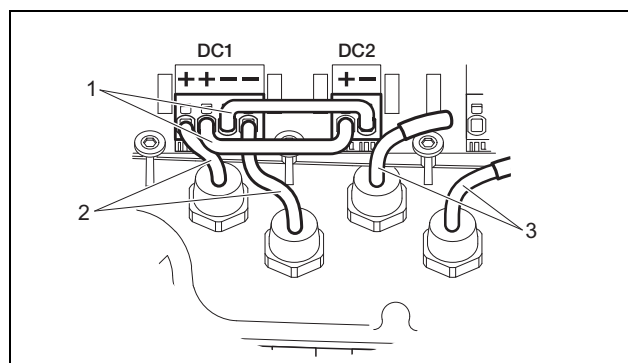

Figura 21: Entradas 1 y 2 conectadas en paralelo (PIKO 4.2)
- PIKO 4.2/7.0/8.3/10.1: en caso necesario, conecte ahora en **paralelo** las entradas 1 y 2. Para ello, conecte los puentes suministrados en los bornes según lo indicado (figura 21/22).